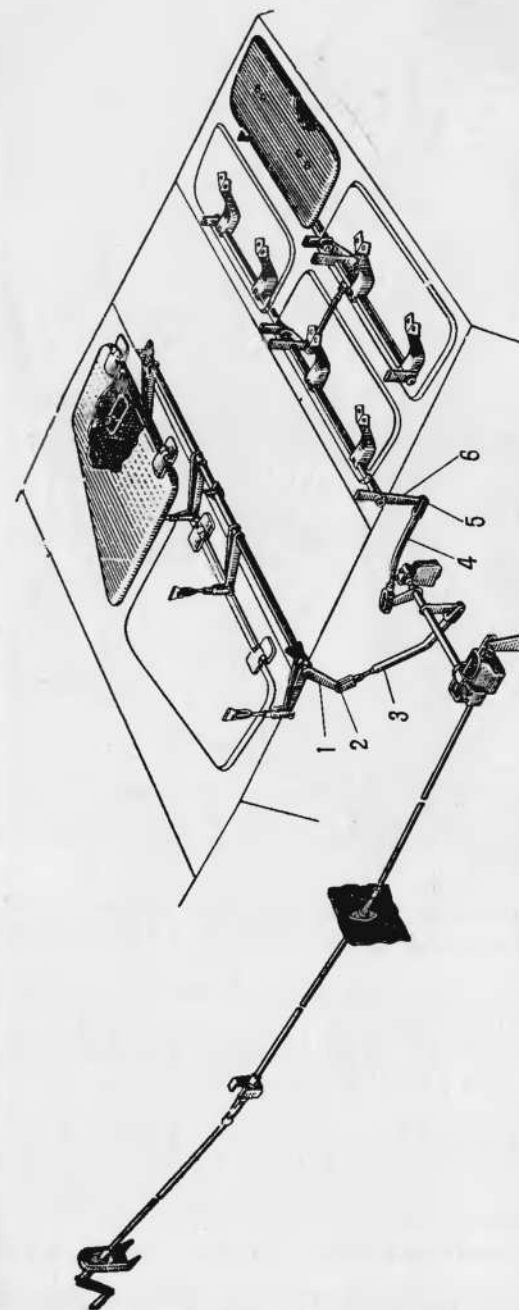

Рис. 39. Привод жалюзи:
1. Отстопорить и открыть крышку 6 (рис. 17) люка над двигателем. Расшплинтовать, вынуть палец 5 (рис. 39) и отсоединить тягу 4 от рычага 6. Слить охлаждающую жидкость из системы.
14. Присоединить тягу 4 (рис. 39) к рычагу 6, вставить палец 5 и зашплинтовать шплинтом.